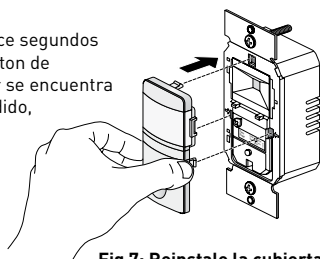

Fig 7: Reinstale la cubierta
3. Tome la nueva cubierta con el nuevo color, y colócala en su posición, insertando la parte superior primero, luego presionando cada lado. Ver Fig 7.